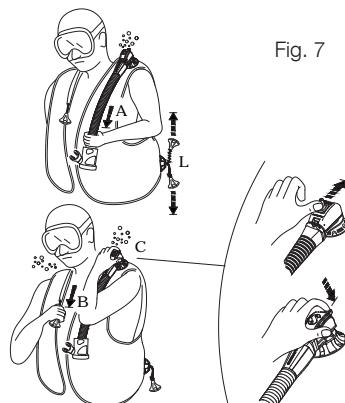

Fig. 7
- a. tirare delicatamente il gruppo tubo flessibile (fig. 7 - A).
- b. premere il pulsante che fuoriesce dall'involucro della valvola (fig. 7 - C) (Brevettato): questo sistema potrebbe essere utile anche per spurgare l'aria di un altro subacqueo che ha problemi (panico, subacqueo principiante, stato di incoscienza ecc.).
- La valvola di scarico manuale doppia SCUBAPRO® (brevetto) ha un pulsante di sicurezza che rilascia aria quando viene premuto (FIG. 7-C), in caso di guasto del sistema di scarico manuale (cavo rotto, perno, ecc.).
**Valvola di scarico inferiore (fig. 7 - L)**
I dispositivi di sgonfiaggio con il massimo deflusso di gas sono la valvola a spalla fig. (7-B) e la valvola inferiore (fig 7-L).